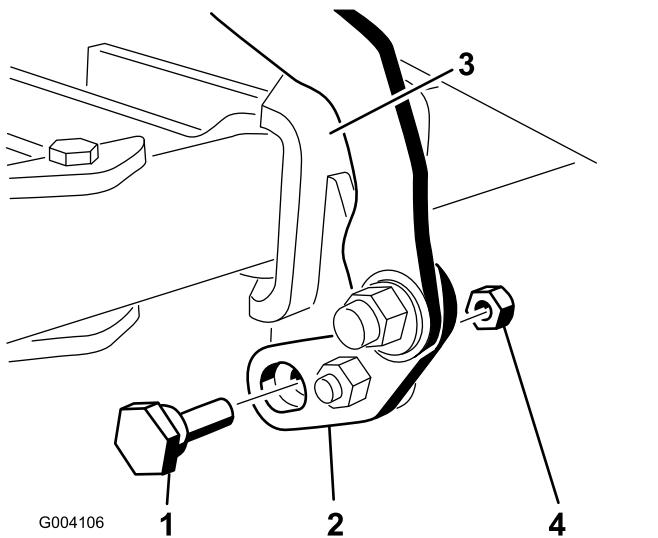
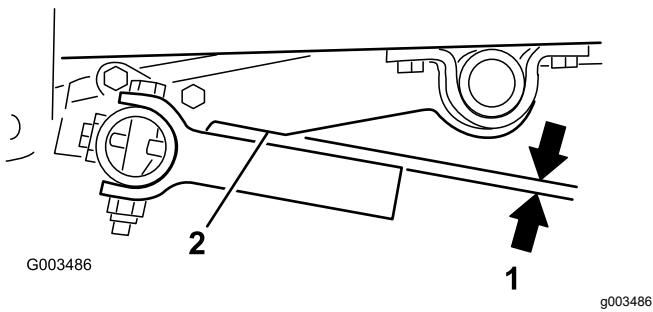

Рисунок 17
Рисунок 21
- Установите эксцентриковый болт через нижнее отверстие шарнирной планки и шарнирный кронштейн и закрепите с помощью контргайки (5/16 дюйма), как показано на Рисунок 17.
2. Поворачивайте эксцентриковый болт в любом направлении, пока зубья навесного бруса не станут параллельны прорези в рычаге подъема (Рисунок 17 и Рисунок 21).